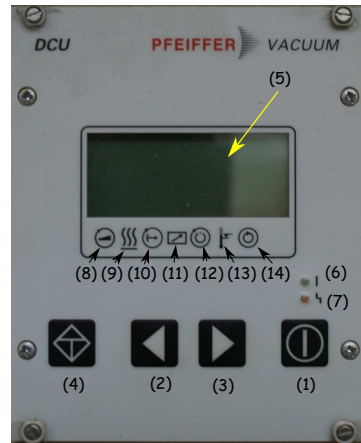

Figura 1.7. Panoul de comandă a controllerului de vid
O vedere detaliată a panoului de comandă a controllerului Pfeiffer DCU este prezentată în figura 1.7.
În dreptul câmpurilor notate (8)-(14) în figura 1.7 pot să apară diverse săgeți indicatoare. Semnificația lor este prezentată în tabelul 1.1.